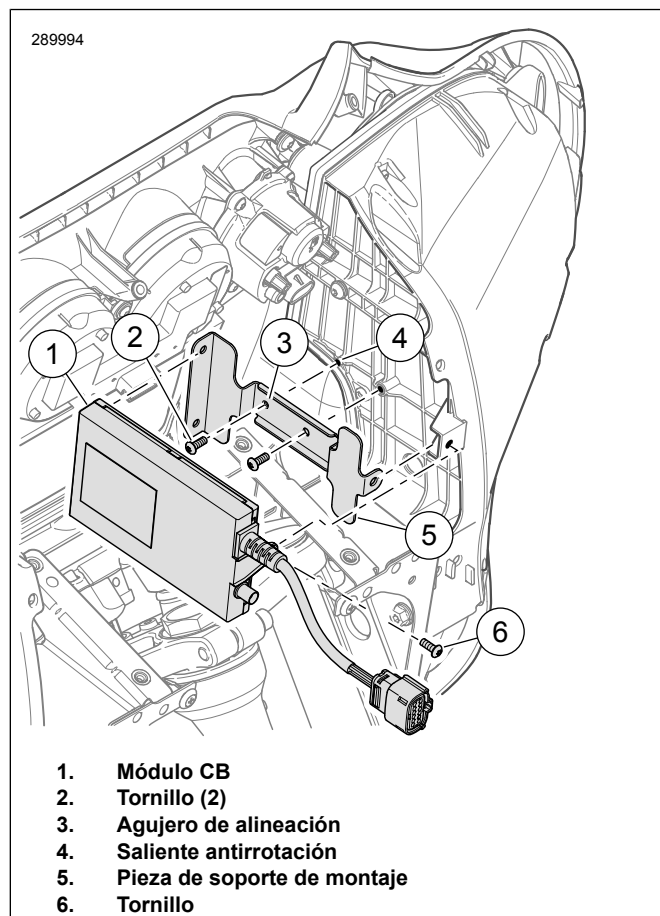

Figura 2. Instalación del módulo CB: Fuselaje montado en la horquilla
1. Vea Figura 2 . Alinee el orificio (3) en el soporte de montaje (5) con el saliente antirrotación (4).
2. Instale los tornillos (2). Ajuste.